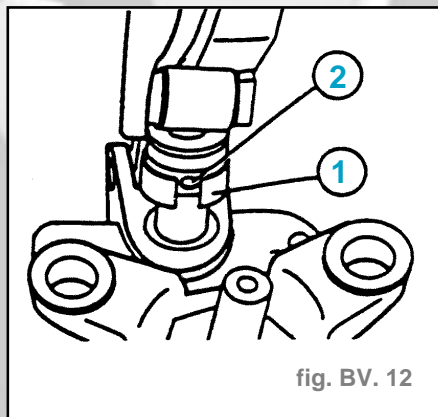

fig. BV. 12
- Repousser la douille de sûreté (1) et chasser la goupille cylindrique (2) (fig. BV. 12).